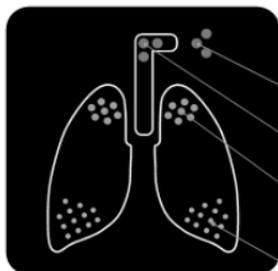
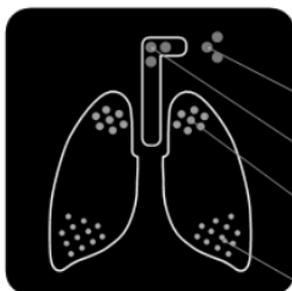

Abbildung 2: Ergebnisanzeigen
Abbildung 3: Zusammenfassung der DPI-Simulator-Technik
- Wenn die Person aufhört, den Atem anzuhalten, drücken Sie die Taste für das Ende der Atemanhaltezeit (15).
7. Das Feedback erfolgt über die einzelnen Ergebnisanzeigen (Abbildung 2) und die Zusammenfassung der guten/schlechten Technik (Abbildung 3–5)